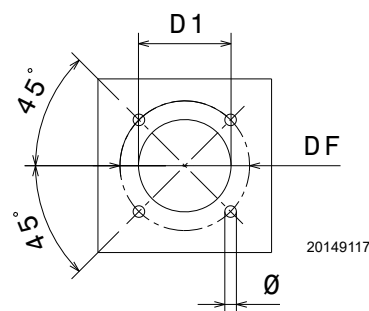

Fig. 13
Percer la plaque de fermeture de la chambre de combustion comme sur la Fig. 13 (4.6Tab. M) La position des trous filetés peut être tracée en utilisant l'écran thermique fourni avec le brûleur.
- Introduire le brûleur entier sur le trou de la chaudière, réalisé auparavant (Fig. 13), et fixer avec les vis fournies en dotation.